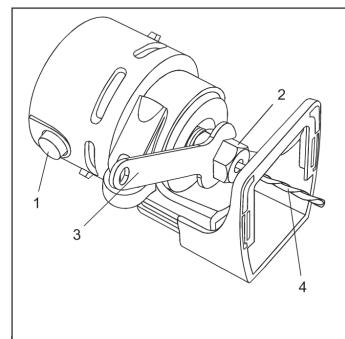

Рис. 9
3. Ключом 3 (Рис. 9) против часовой стрелки отверните фиксирующую гайку.
5. Наведите фиксирующую гайку 2, вставьте насадку 4 (Рис. 9)
6. Затяните фиксирующую гайку 2 (Рис. 9)